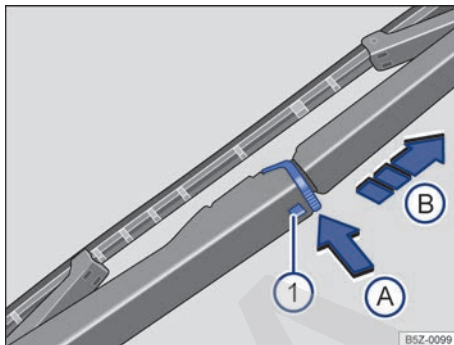

Fig. 137 Cambiar la escobilla del limpiavidrio.
- Mantenga pulsada la tecla de desbloqueo → **fig. 137** ①.
- Presionar el bloqueo de la escobilla del limpiacristales → **fig. 137** en el sentido de la flecha ④.
- Tire de la escobilla del limpiacristales → **fig. 137** en el sentido de la flecha ⑤.
- Introduzca la nueva escobilla del limpiacristales **del mismo tamaño y modelo** en el brazo del limpiacristales en el sentido contrario a la flecha → **fig. 137** ⑥ hasta que encaje.